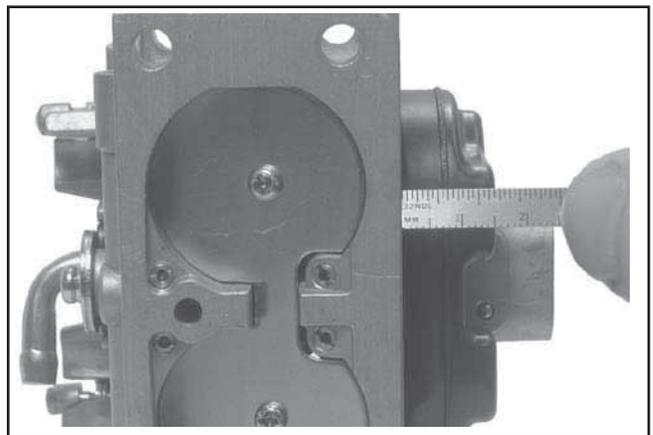

Figure 5-31. Vérification de la hauteur du flotteur.
15. Le bon réglage de la hauteur du flotteur correspond à **17 mm (0,669 pouces) ± 1,5 mm (0,059 pouces)**, mesurée du fond du flotteur au corps du carburateur. Voir la Figure 5-31. Remplacer le flotteur si la hauteur diffère du réglage spécifié. Ne pas essayer de la régler en pliant l'ailette du flotteur.